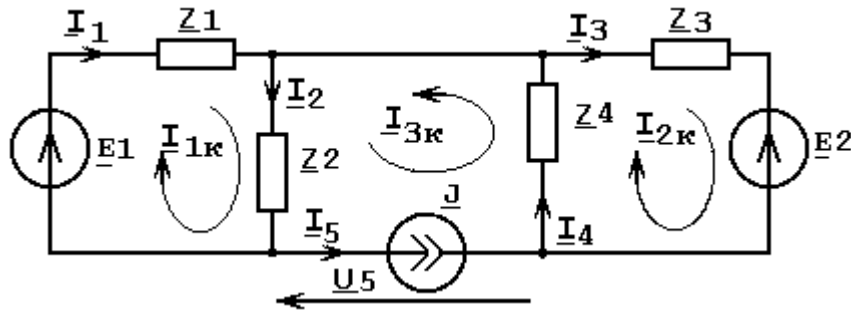

Рисунок 1.2- Схема электрической цепи в комплексной форме
2. Изображаем схему цепи в комплексной форме (рисунок 1.2)
5. Указываем направления контурных токов и токов в ветвях схемы (рисунок 1.2). При этом контурные токи выбираем таким образом, чтобы через ветвь с источником тока проходил только один контурный ток.
В схеме (рисунок 1.2) контурный ток $I_{3k} = J = -j0.1$ А.
Здесь $\underline{U}_5$ -комплексное напряжение на источнике тока (рисунок 1.2.)